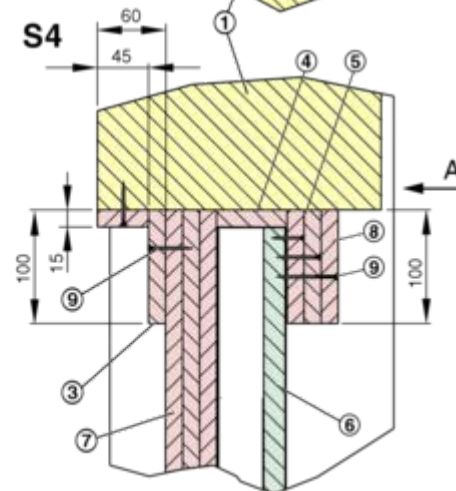

Fig. 33: Dettagli di installazione EK-JZ a secco in parete in gesso con intelaiatura in metallo EI 120 S
Dettagli ↪ Fig. 33
- Esecuzione della parete secondo le istruzioni del produttore. Predisporre l'apertura per l'installazione secondo Fig. 33 .
- Collegare la serranda e la parete con il profilo angolare (3) in lamiera per mezzo di (viti Jack-Point 41 mm)
- I profili angolari devono essere fissati alla parete (7) e alla serranda (1), distanza tra le viti  $\leq 150$  mm